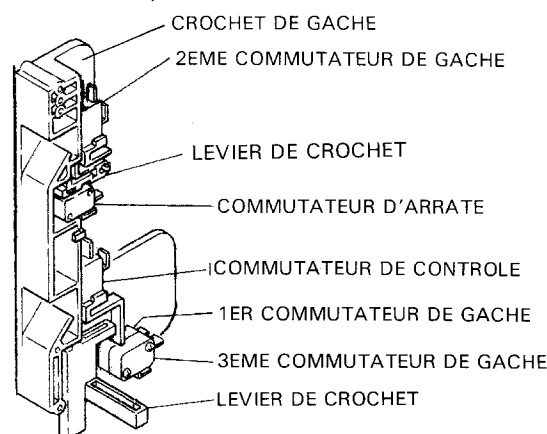

Figure C-6. Réglage des commutateurs de gâches
1. Reposer le 2ème commutateur de gâche, commutateur gâche et commutateur de contrôle en position, en se reportant à la Figure C-6.
2. Reposer le 1er et 3ème commutateur de gâche en position avec les deux (2) vis et écrous, en se reportant à la Figure C-6.
3. Reposer le crochet de serrure au rebord de la cavité du four avec les deux (2) vis.
5. Reposer l'ensemble conduit d'amortisseur sur la cavité du four avec une vis et les trois (3) languettes.